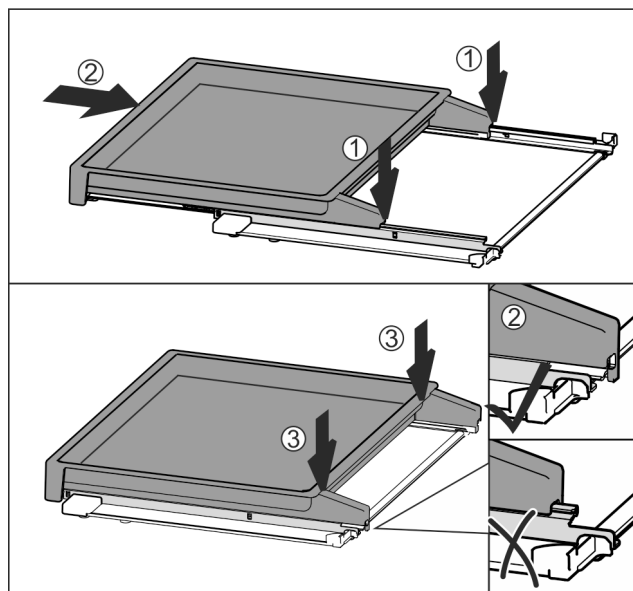

Fig. 33
- ▶ Поставете в средата върху релсите Fig. 33 (1).
- ▶ Вкарайте изцяло изтеглящата се дъска Fig. 33 (2).
- ▶ Натиснете от задната страна, докато се фиксира с щракване Fig. 33 (3).